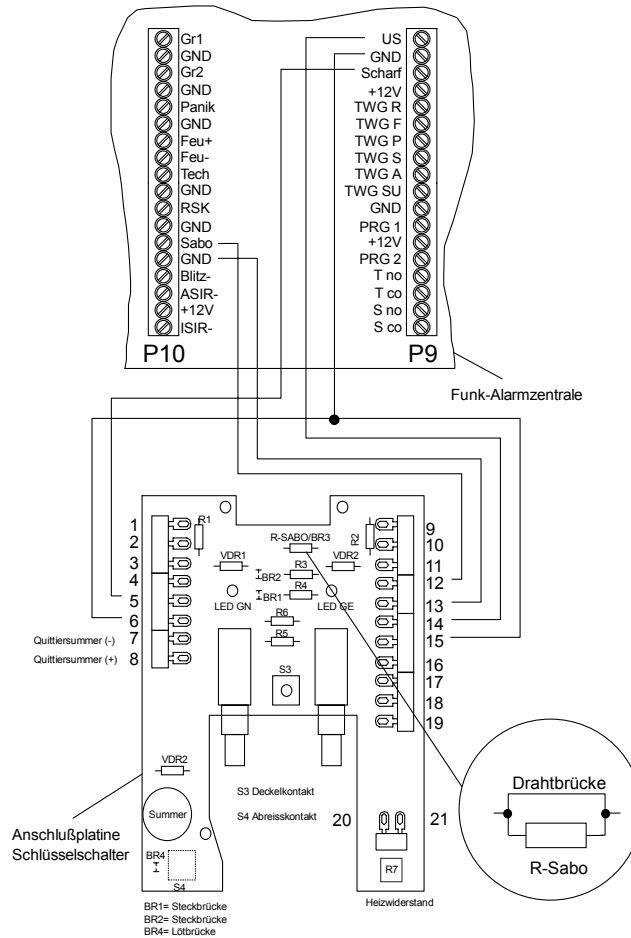

Bild 2: Anschluss des Schlüsselschalters an die Funk-Alarmzentrale
9. Ziehen Sie die Federleisten ab. Der elektrische Anschluss des Schlüsselschalters an die Funk-Alarmzentrale, das Funk-Türmodul und das Funk-Türmodul Dialog erfolgt gemäß Bild 2, 3 und 4 (siehe nächste Seiten). Löten Sie die Leitungen an die Federleiste an.